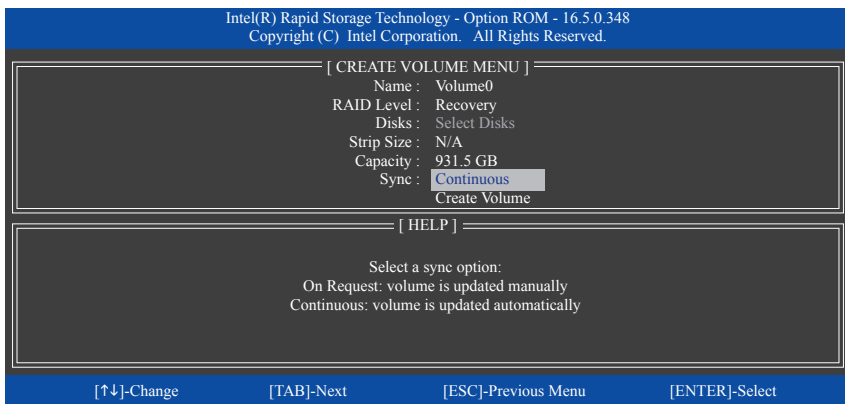

図 22
**Sync** の項目を、**Continuous** または **On Request** を選択します (図 22)。**Continuous** に設定されているとき、両方のハードドライブがシステムに取り付けられていれば、マスタドライブのデータを変更するとその変更はリカバリドライブに自動的にかつ連続してコピーされます。**On Request** では、オペレーティングシステムの Intel® Rapid Storage Technology ユーティリティを使用してマスタドライブからリカバリドライブに手動でデータを更新できます。**On Request** では、マスタドライブを以前の状態に復元することもできます。